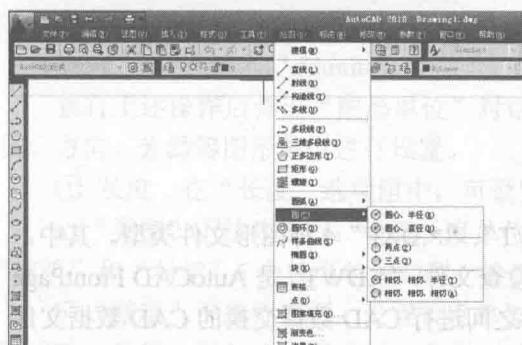

图 2-9 下拉式菜单
(2) 菜单调用 AutoCAD 有三种形式的下拉菜单。
- ① 无任何标志，单击后直接执行命令。
- ② 带 ▾，设有级联菜单，弹出下一级菜单（如图 2-9）。